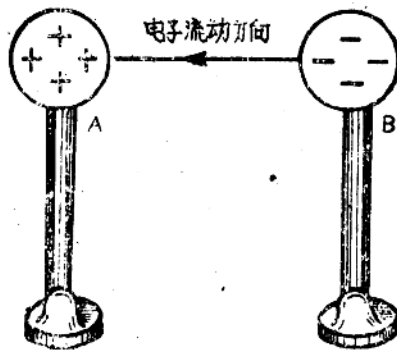
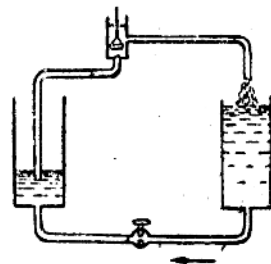

图1.14(2) 在电位差的作用下产生了电流
图1.15 以抽水机保持住容器中的水位差，水就不斷地沿管子流动
2. 电动势。是維持电位差的一种力量，用E代表。图1.14(2)中兩导体間的电压并不能长久地維持电流通过，因为正負电很快的中和以后，电位差也就沒有了。为了使电流維持不断，必須使兩导体之間始終維持一定的电位差。正如要維持图1.15的水管中的水流，必須用抽水机不断地將水从左边抽到右边，使左右兩端始終保持一定的水位差。同样，要維持图1.14(2)中左右兩导体的电位差，必須用外力不断地將左边的負电荷移到右边。这种維持电位差的设备叫做电源。电源能产生一定的电动势，因而能維持导体中的电流。